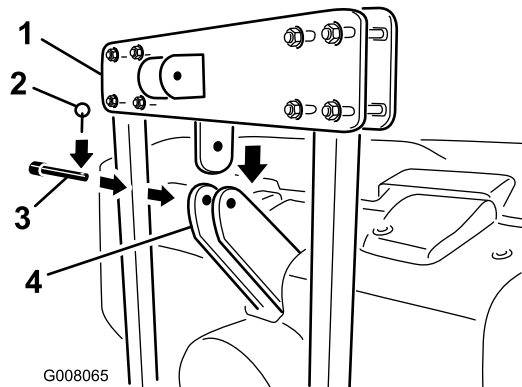

Figura 6
3. Fissare la linguetta della sezione di fissaggio inferiore alla staffa dell'arieggiatore con il perno d'attacco e l'acciarino (Figura 6).